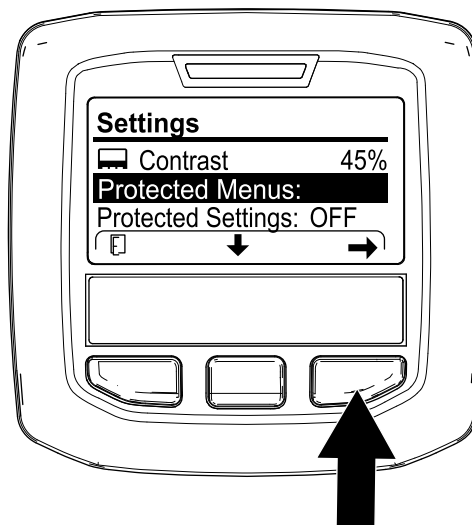

Рисунок 123
- Нажимайте среднюю кнопку инфо-центра до тех пор, пока не будет выбрана опция PROTECTED MENUS (ЗАЩИЩЕННЫЕ МЕНЮ) (Рисунок 123), нажмите правую кнопку и введите свой 4-значный ПИН-код (например, 1 2 3 4).